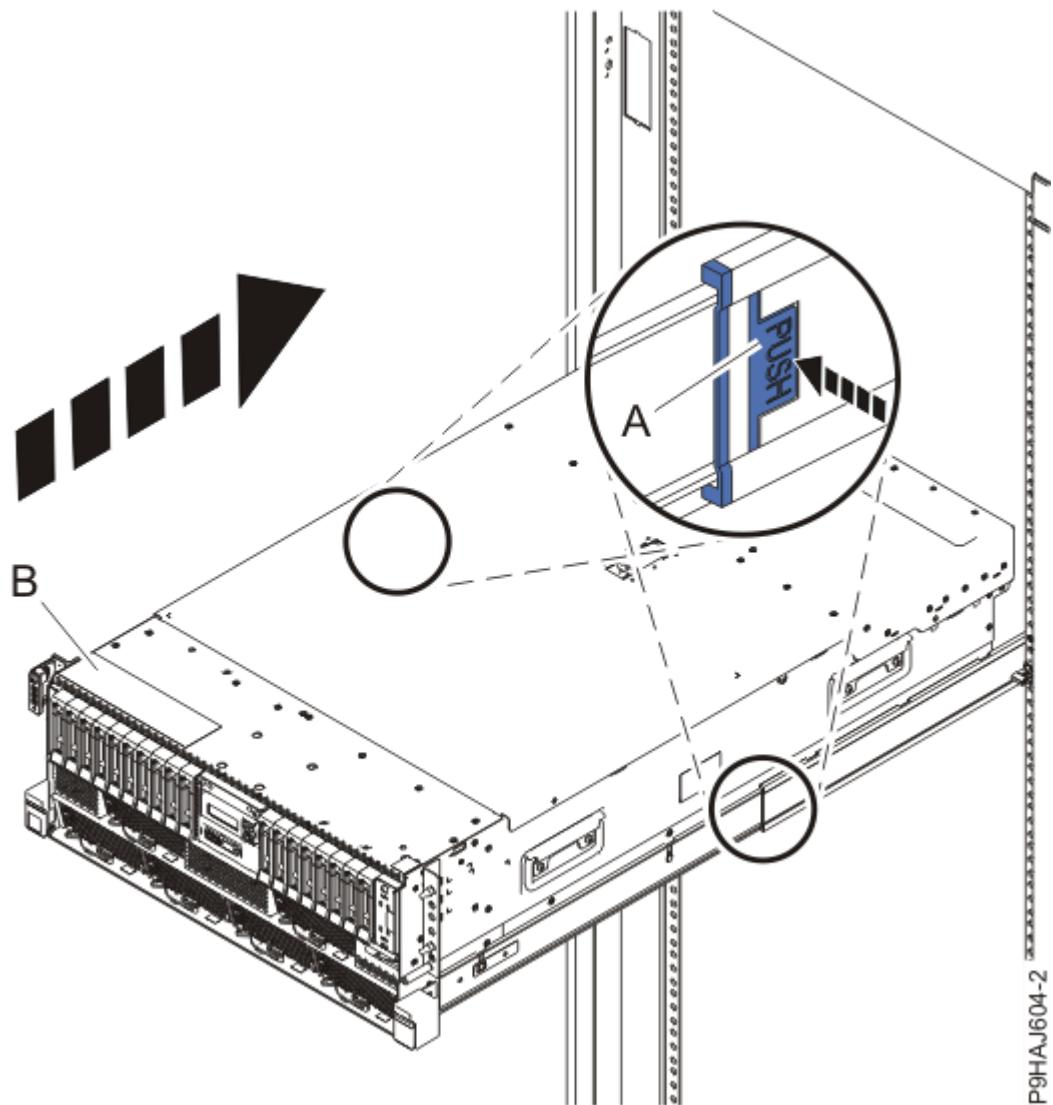

図 55. システムの操作位置への設置
3. ラック・マウント型システムの場合、青色のレール安全ラッチ (A) を、71 ページの図 55 に示されているように内側に押してアンロックします。